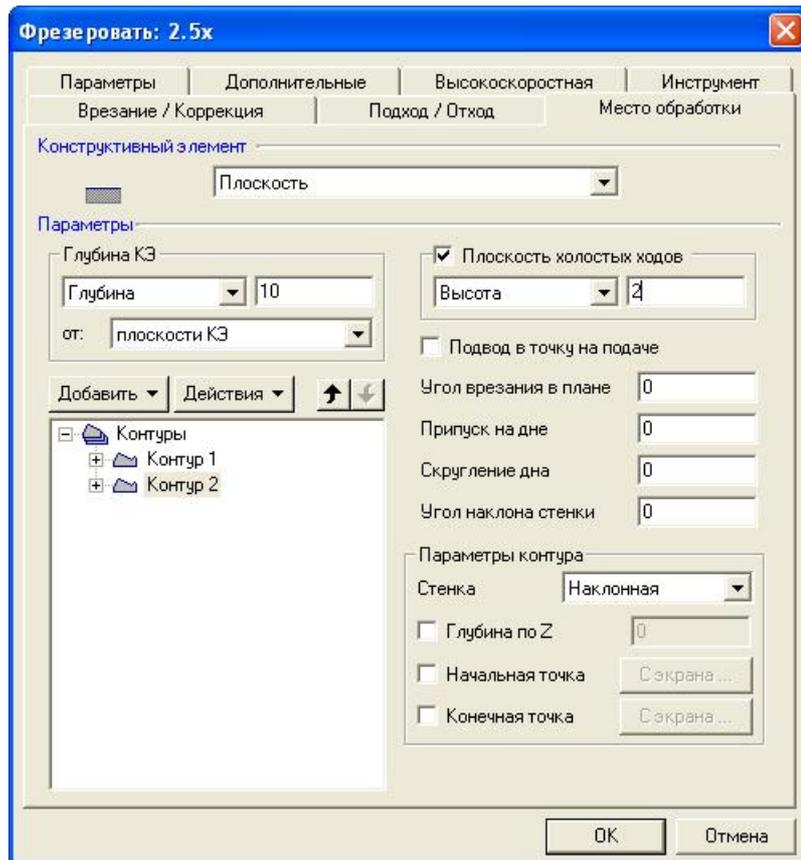

Рисунок 8
4. Из дополнительного меню выберите **Контур**. Диалог «Фрезеровать 2.5X» свернется. Укажите контур 1 (указанный контур подсвечивается красным цветом)(см. Рисунок 8) и нажмите среднюю кнопку мыши или клавишу **Esc** на клавиатуре. Будет определена граница плоскости. В дереве места обработки появится объект **Контуры** с одним составляющим - **Контур 1**.